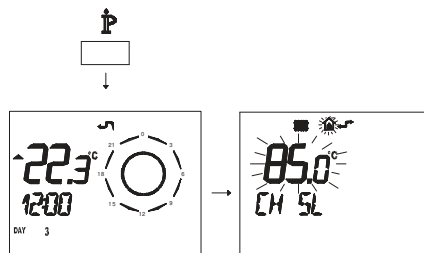

Рисунок 5.33
Графики зависимости температуры от изменений, внесенных посредством кнопок 16 и 17, при коэффициенте $K 1,5$, представляет Рисунок 5.33.
- Нажмите и удерживайте 3 секунды кнопку \mathbb{P} , чтобы войти в режим **INFO** (Рисунок 5.33).